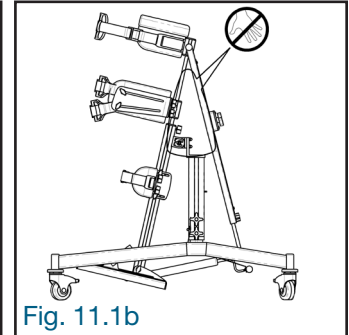

Fig. 11.1b
• Lors de l'ajustement de la hauteur du produit, en desserrant les deux boutons de blocage (A) au dos du châssis et les deux boutons de blocage (B) au bas du plateau stabilisateur, NE PAS mettre les doigts et les mains entre le bloc des hanches (C) et le stabilisateur (D) ainsi qu'à l'intérieur de la partie triangulaire (Fig. 11.1b).